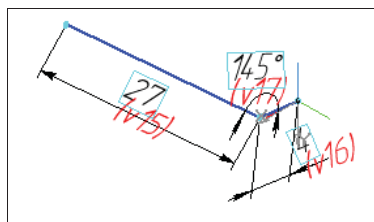

Рис. 19.37. Эскиз траектории основания резца
- ◆ в Дереве модели выделите **Плоскость ZX**. Создайте на этой плоскости эскиз траектории, как на рис. 19.37;